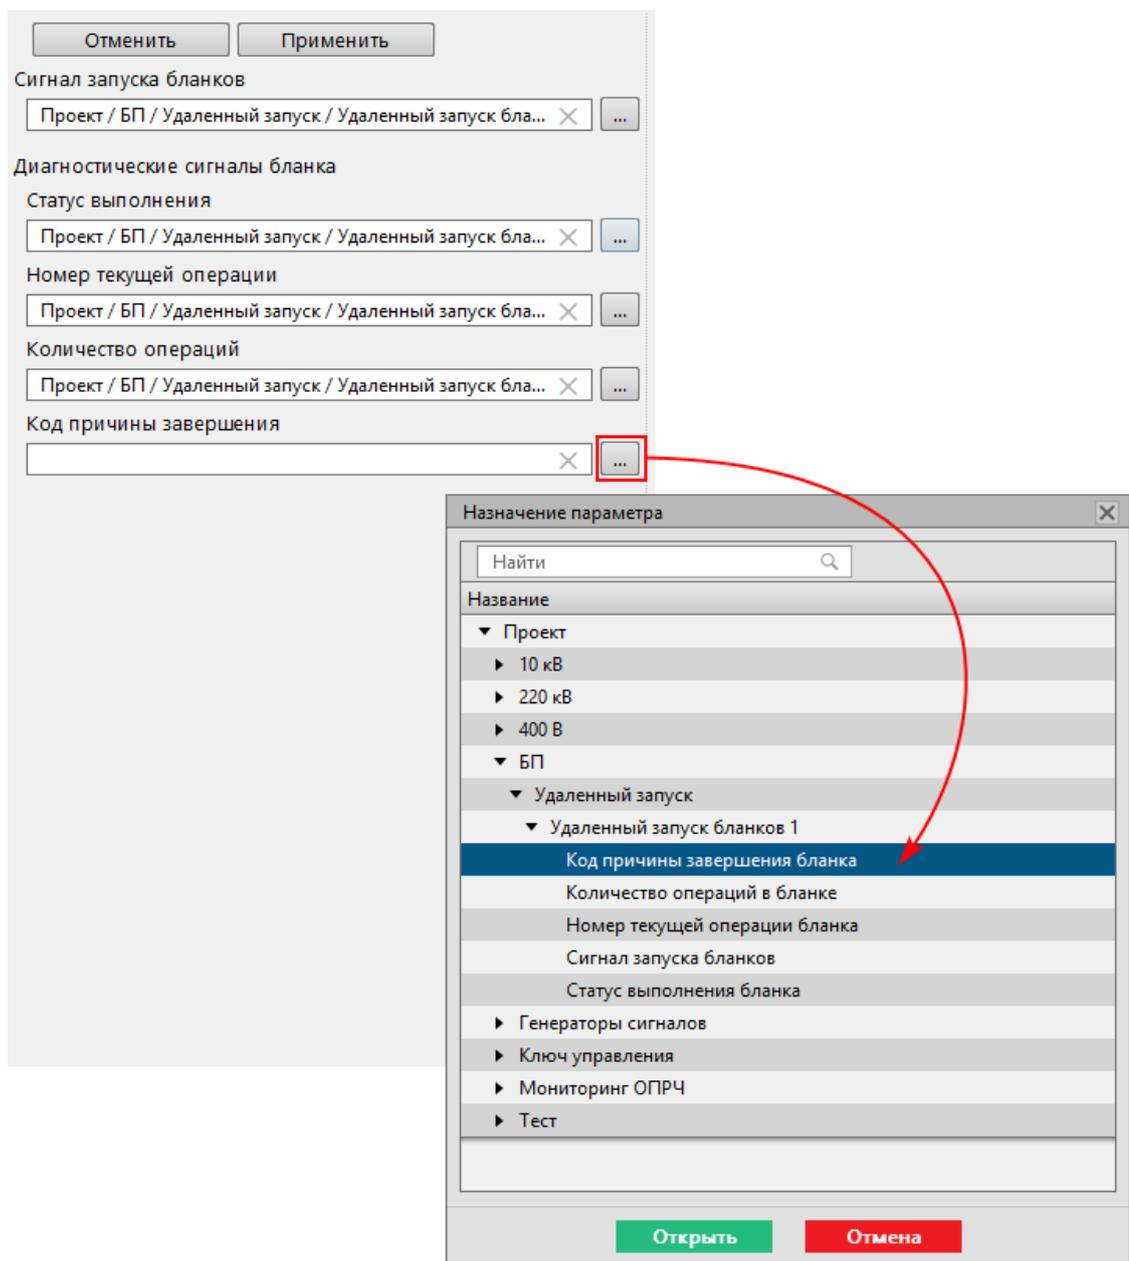

Рисунок 354 - Привязка сигналов удаленного запуска бланков
8. Заполните форму слева: в каждом поле нажмите  и выберите соответствующий сигнал из дерева проекта (Рисунок 354).